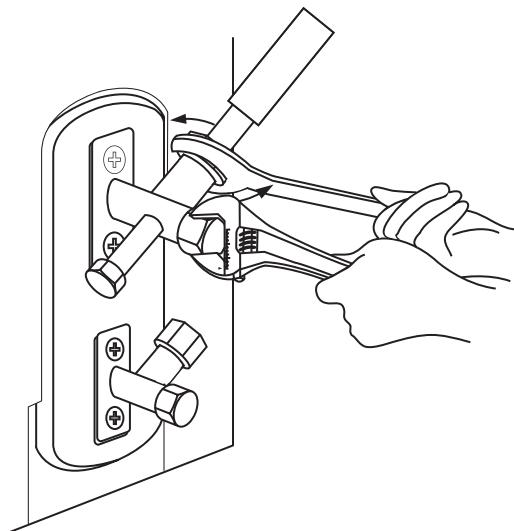

**Рис. 5.9**
1. Отверните крышку вентиля, расположенную сбоку наружного блока (см. **рис. 5.9**).